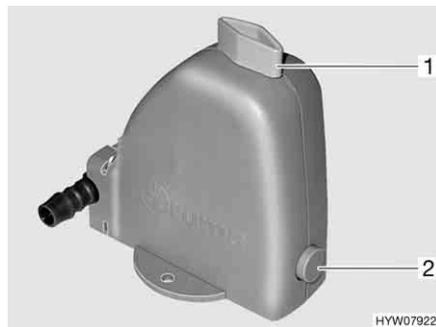

Bild 167 Sicherheits-/Ablassventil des Boilers
Der Boiler ist mit einem Sicherheits-/Ablassventil (Bild 167) ausgestattet. Das Sicherheits-/Ablassventil verhindert, dass das Wasser im Boiler einfriert, wenn bei Frost die Heizung nicht eingeschaltet ist.
- Sicherheits-/Ablassventil schließen. Dazu den Drehknopf (Bild 167,1) quer zum Sicherheits-/Ablassventil drehen und den Druckknopf (Bild 167,2) hineindrücken.
- Sicherheits-/Ablassventil öffnen. Dazu den Drehknopf (Bild 167,1) längs zum Sicherheits-/Ablassventil drehen. Der Druckknopf (Bild 167,2) springt heraus. Der Boiler wird über das Sicherheits-/Ablassventil nach außen entleert.